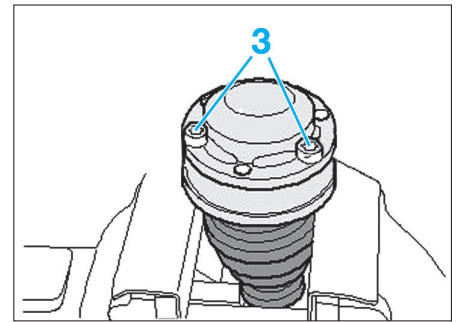

Fig. 11
- Ajuster le couvercle avec les vis de fixation (3) par rapport aux orifices de vissage (Fig.11).